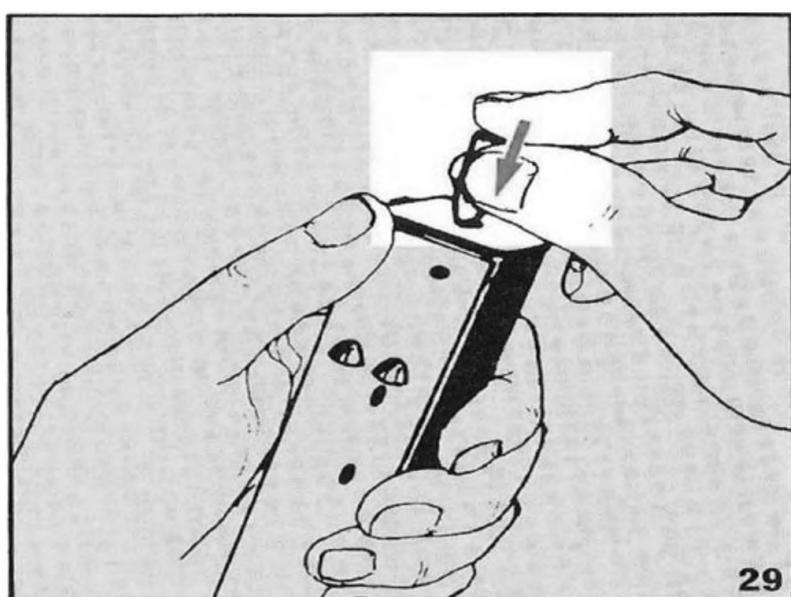

Рисунок 4.33 – Порядок натискання фіксатору магазину
- 3) за допомогою невеликого загостреного предмета просуньте фіксатор основи всередину (рисунок 4.33);